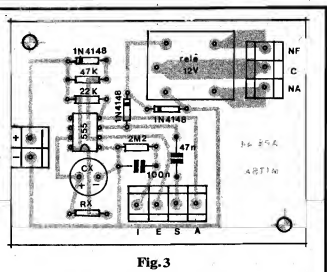

Fig. 3
Notar (fig. 3) que o acesso às ilhas/furos correspondentes aos pontos de ligação do resistor "RX" estão próximos a uma das bordas da placa, de modo a facilitar o eventual implementos de um conjunto resistor fixo/resistor ajustável, em série, que - nesse caso - teria que ficar externamente posicionado para facilitar o ajuste...
- FIG. 3 - CHAPEADO DA MONTAGEM - Lado não cobreado da placa, já com todas as peças e barras de conexão externas colocadas. Observar os seguintes pontos: